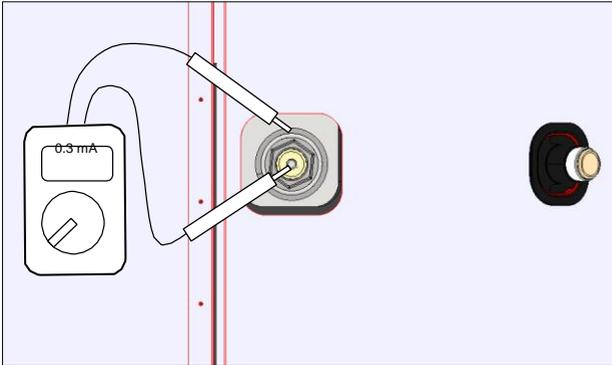

Figura 20 – Controllo dell'anodo
- 3) Disconnettere i cavi di connessione tra anodo e serbatoio (si veda la figura 20).